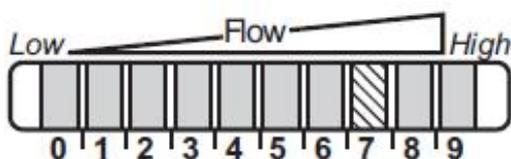

Figura 4: Configuración apta.
- 1º.- La configuración de fábrica es apta para la aplicación (figura 4). No es necesario efectuar ninguna configuración.